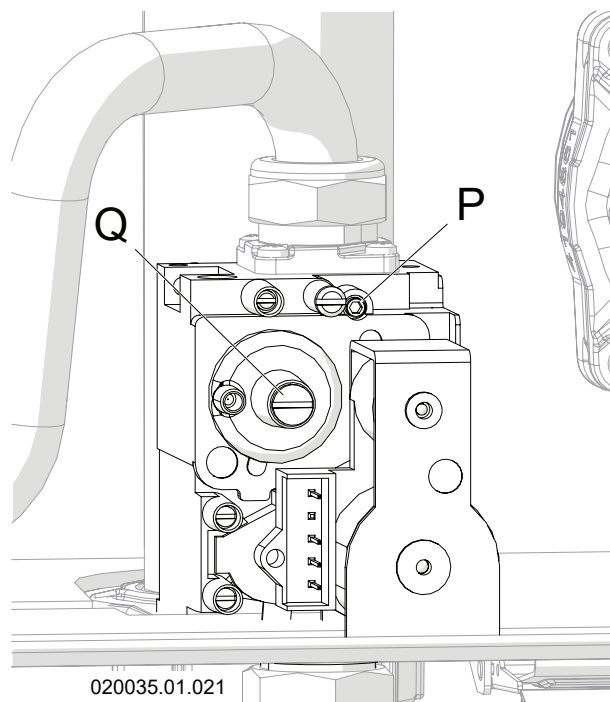

Figura 6-9 - Valvola del gas
- Ruotare in senso orario la vite "P" (Figura 6-9) per diminuire il tenore di CO₂;
- Ruotare in senso antiorario la vite "P" (Figura 6-9) per aumentare il tenore di CO₂;
- 11.-una volta terminato il controllo sigillare con vernice rossa o sistema equivalente la vite "P" (Figura 6-9);
- Ruotare in senso antiorario la vite "Q" (Figura 6-9) per diminuire il tenore di CO₂;
- Ruotare in senso orario la vite "Q" (Figura 6-9) per aumentare il tenore di CO₂;
- 18.-una volta terminato il controllo, sigillare con vernice rossa o sistema equivalente la vite "Q" (Figura 6-9);